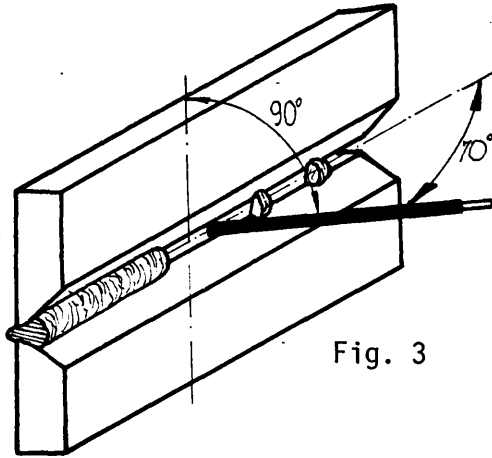

Fig. 3
- ___ a Incline el electrodo (fig. 3).